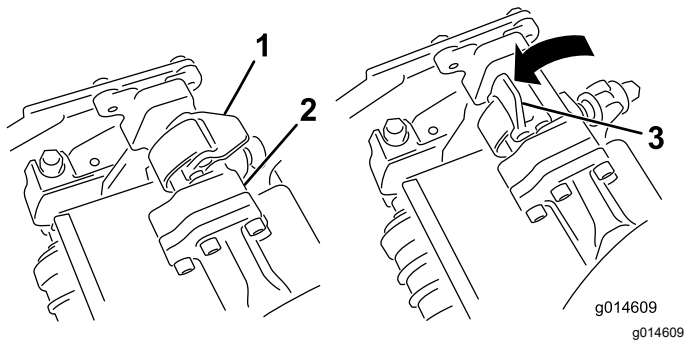
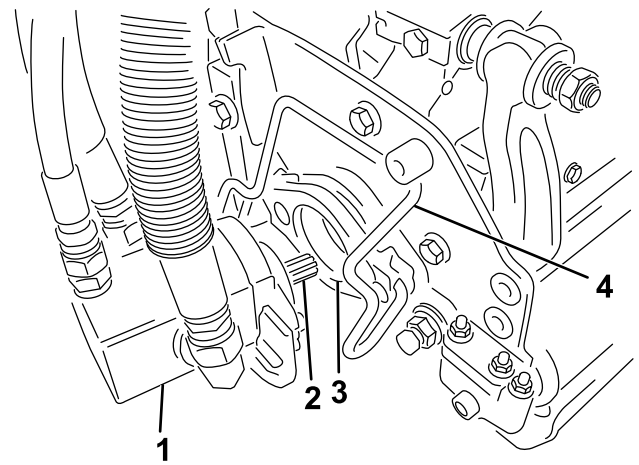

Figure 52
Figure 53
3. Les verrous de la barre de bras de suspension étant orientés en haut (c.-à-d. ouverts) (Figure 52), poussez le bras de suspension vers le bas pour que la barre s'engage sur la barre transversale au sommet de l'unité de coupe (Figure 53).
4. Fermez les verrous autour de la barre de l'unité de coupe et bloquez-les en place (Figure 52).
4. Ouvrez les verrous sur la barre du bras de suspension appartenant à l'unité de coupe que vous voulez déposer (Figure 52).